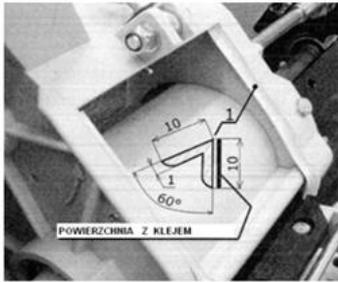

Abb. 13.1
1. Gehäuse und Klappen des Dosierers mit Klebeband [1] in der in Abb. 13.1 und 13.2 gezeigten Form und Größe auf dem Umfang abdichten.